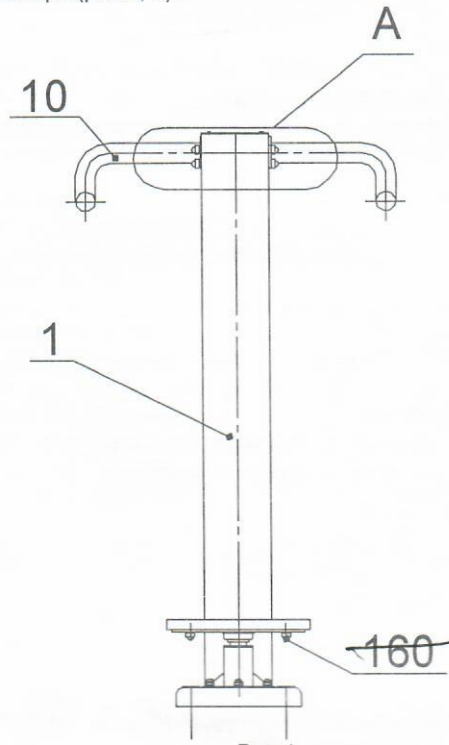

Рис.4
9.3.3 Произвести сборку тренажера (рис.4; 5):